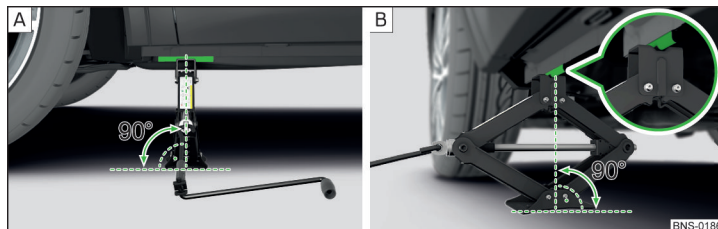

Abb. 350 Wagenheber ansetzen
- › Die Grundplatte des Wagenhebers mit der gesamten Fläche auf einem geraden Untergrund stellen, sodass sich der Heber in senkrechter Position zum Aufnahmesteg befindet » Abb. 350 - A.
- › Den Wagenheber mit der Kurbel so weit hoch drehen, bis die Klaue des Hebers den Steg umfasst » Abb. 350 - B.